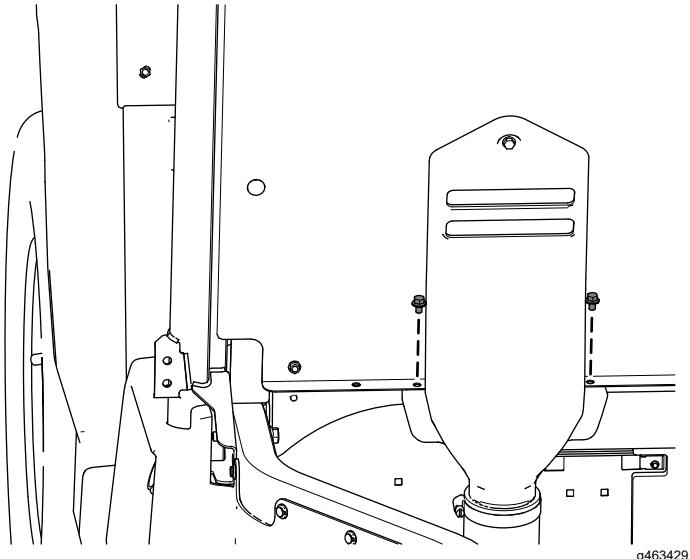

**Figura 66**
- F. Inserte el perno cautivo que está conectado a la cubierta de admisión de la CVT en el orificio indicado del panel del asiento (Figura 66).